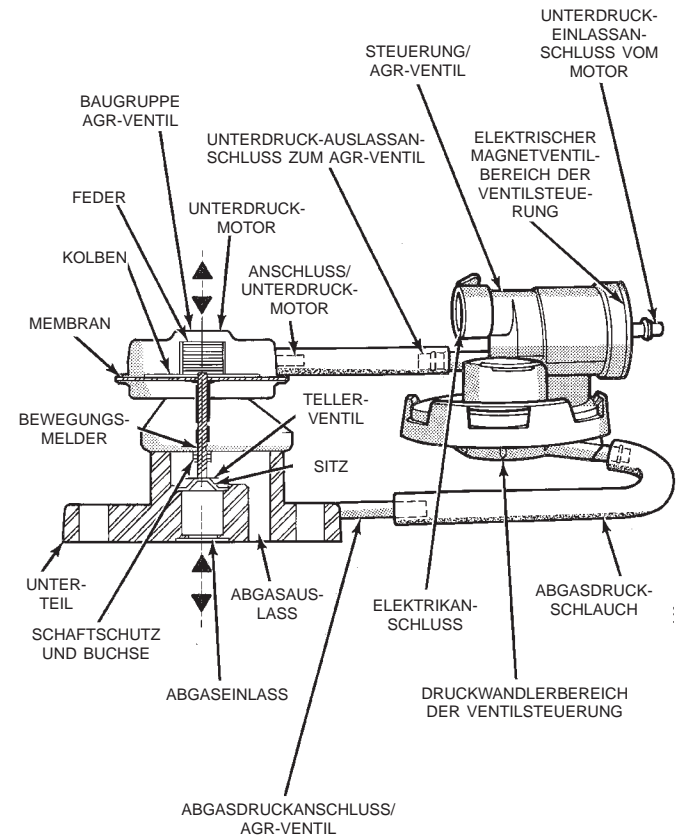

Abb. 5 AGR-Ventil—Typisches Beispiel
(1) Alle Schläuche und Rohrleitungen des AGR-Systems prüfen. Verhärtete, gerissene oder angeschmolzene Schläuche sind vor der Durchführung jeglicher Prüfungen unbedingt auszutauschen!
(2) Sicherstellen, daß die Schläuche am AGR-Ventil und an der Steuerung des AGR-Ventils an den korrekten Anschlüssen angeschlossen sind (Abb. 5).
(3) Prüfen, ob der Steckverbinder korrekt an der Ventilsteuerung angeschlossen ist.
(4) Zur Funktionsprüfung des AGR-Systems das DRB-Testgerät an den 16-poligen Steckverbinder/Datenübertragung anschließen. Der Steckverbinder/Datenübertragung befindet sich an der Unterseite der Instrumententafel in der Nähe der Lenksäule. Zur Funktion des DRB-Testgerätes bei der Fehlersuche im AGR-System siehe das entsprechende Systemdiagnosehandbuch "Antriebsstrang".
(5) Nach der Prüfung des Systems mit dem DRB-Testgerät ist mit der nachfolgenden Leckprüfung/AGR-Ventil und der Prüfung/AGR-Ventilsteuerung fortzufahren. Störungen wenn erforderlich beheben.
Wenn der Motor im Leerlauf nicht einwandfrei läuft, bei Leerlaufdrehzahl abstirbt oder der Leerlauf rauh oder die Leerlaufdrehzahl zu niedrig ist, liegt die Ursache möglicherweise darin, daß das Tellerventil (Abb. 5) unten am AGR-Ventil in geschlossenem Zustand ein Leck aufweist.
(1) Für die folgende Prüfung muß der Motor abgestellt sein.
(2) Den Gummischlauch vom Anschluß an der Oberseite des AGR-Ventils am Unterdruckmotor abziehen (Abb. 5).
(3) Unten am AGR-Ventil befindet sich ein kleiner Anschluß aus Metall (Abgasdruck-Anschluß) (Abb. 5), der über einen Gummischlauch mit dem Abgasdruck-Anschluß an der AGR-Ventilsteuerung verbunden ist. Diesen Gummischlauch vom Anschluß am AGR-Ventil abziehen.
(4) Das Gehäuse des Ansaugluftfilters vom Drosselklappengehäuse abbauen.
(5) Den Metall-Abgasdruck-Anschluß am AGR-Ventil mit Hilfe einer Druckluftpistole mit Gummitüllenanschluß mit Druckluft mit einem Druck von ca. 3,5 bar beaufschlagen.
(6) Die Drosselklappe von Hand bis auf Stellung "Vollast" öffnen. Während der Abgasdruck-Anschluß mit Druckluft beaufschlagt wird, darf aus dem Ansaugkrümmer **KEINE HERANSTRÖMENDE LUFT ZU HÖREN SEIN**.
(7) **IST HERANSTRÖMENDE LUFT AUS DEM ANSAUGKRÜMMER ZU HÖREN**, so ist das Tellerventil unten am AGR-Ventil undicht (Abb. 5). In diesem Fall ist das AGR-Ventil auszutauschen. Hinweis: Das AGR-Ventil, die Ventilsteuerung und die zugehörigen Anschlußschläuche sind zusammen auszutauschen. Näheres hierzu siehe "Aus-/Einbau, AGR-Ventil" in diesem Kapitel. Keinesfalls versuchen, das alte AGR-Ventil zu reinigen!
(1) Den Abgasdruck-Gummischlauch vom Anschluß unten am AGR-Ventil abziehen (Abb. 5).
(2) An diesem Anschluß eine handbetätigte Unterdruckpumpe anschließen.
(3) Den Anschluß mit einem Unterdruck von 34 kPa beaufschlagen.
(4) Wenn der Unterdruck abfällt, ist die Ventilmembran undicht.
(5) Die Baugruppe AGR-Ventil austauschen und mit dem nächsten Prüfschritt fortfahren.
(6) Den Gummischlauch vom Unterdruck-**Einlaßanschluß** des AGR-Ventils abziehen (Abb. 5).
(7) Am abgezogenen Schlauch ein Unterdruck-Meßgerät anschließen.
(8) Den Motor anlassen und laufen lassen, bis er seine Betriebstemperatur erreicht hat. Die Motordrehzahl auf etwa 1500 min⁻¹ halten.
(9) Prüfen, ob an diesem Schlauch konstant der volle Ansaugunterdruck anliegt.
(10) Wenn kein voller Ansaugunterdruck anliegt, die Unterdruckleitung zum Motor prüfen und nach Bedarf instandsetzen, bevor mit dem nächsten Schritt fortgefahren wird.
(11) Den Gummischlauch wieder an den Unterdruck-**Einlaßanschluß** am AGR-Ventil anschließen (Abb. 5).
(12) Den Gummischlauch vom Unterdruck-**Auslaßanschluß** am AGR-Ventil abziehen (Abb. 5).
(13) An diesem Anschluß ein Unterdruck-Meßgerät anschließen.
(14) Den Steckverbinder (Abb. 5) von der Ventilsteuerung abziehen, um auf diese Weise eine Stromkreisunterbrechung (keine Masseverbindung vom PCM) am Ventil zu simulieren.
(15) Den Motor anlassen und laufen lassen, bis er seine Betriebstemperatur erreicht hat.
(16) Die Motordrehzahl auf etwa 2000 min⁻¹ halten und dabei prüfen, ob an diesem Anschluß der volle Ansaugunterdruck anliegt. **Damit der volle Ansaugunterdruck durch das Ventil strömen kann, muß am Ventil Abgasdruck anliegen. Der Druck muß so hoch sein, daß das Entlüftungsventil im Druckwandlerbereich des Ventils geschlossen gehalten wird.** Durch einen Helfer kurzzeitig (ca. ein bis zwei Sekunden) die Öffnung